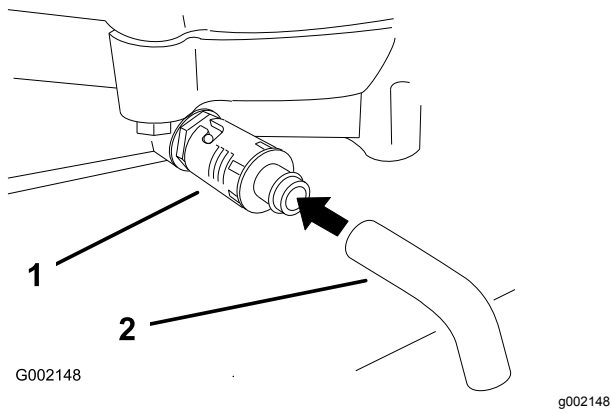

图 21
4. 在放油孔下放置一个盘子。旋转机油排放阀让机油排出图 21。